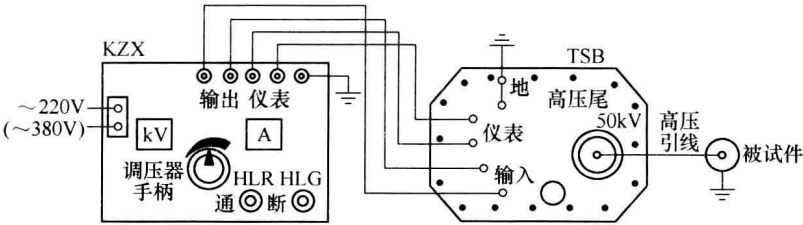

图 2-9 单台 TSB 系列高压试验变压器的外部接线
- 1) 按图 2-9 接好工作线路，变压器外壳、控制箱（台）外壳及公共地线必须接在良好接地体上，不允许随意接在自来水管或其他金属管道上。